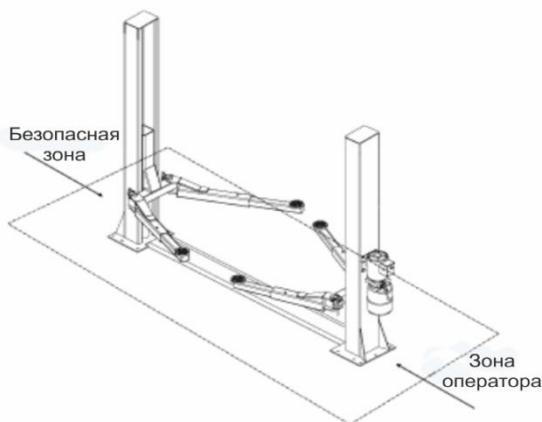

Рис.10
- Во время подъёма автомобиля люди находятся в безопасной зоне (Рис. 10).